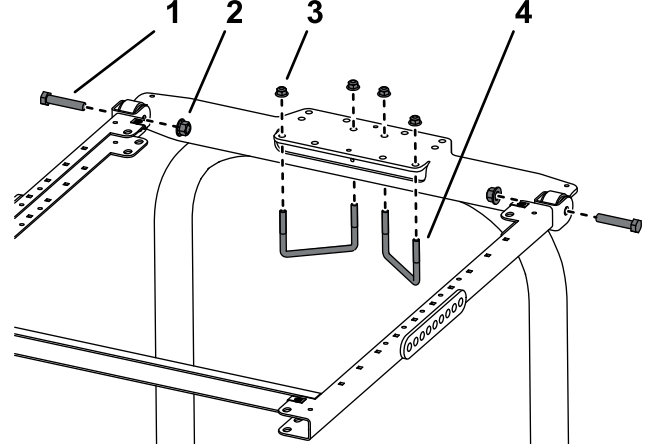

Figura 46
2. Montate il gruppo del telaio sulla staffa di montaggio del ROPS (Figura 46).
3. Utilizzando i fori di montaggio illustrati nella Figura 46, montate la staffa di montaggio del ROPS sulla parte superiore del roll bar con 2 bulloni a U (4 1/2" x 2 3/4") e 4 dadi flangiati.